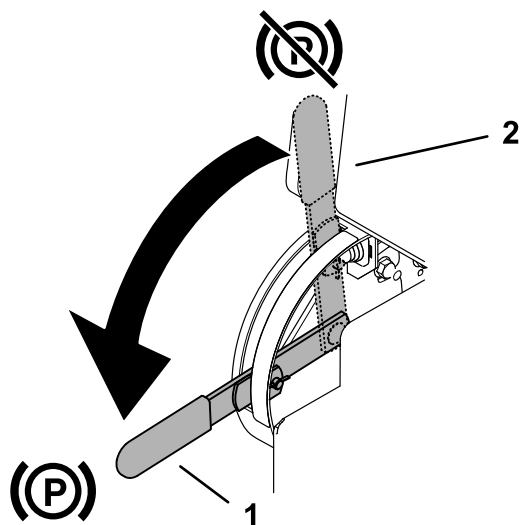

Figura 5
- Per inserire il freno di stazionamento, ruotate la leva verso il basso (Figura 5).
- Per rilasciare il freno di stazionamento, ruotate la leva verso l'alto (Figura 5).